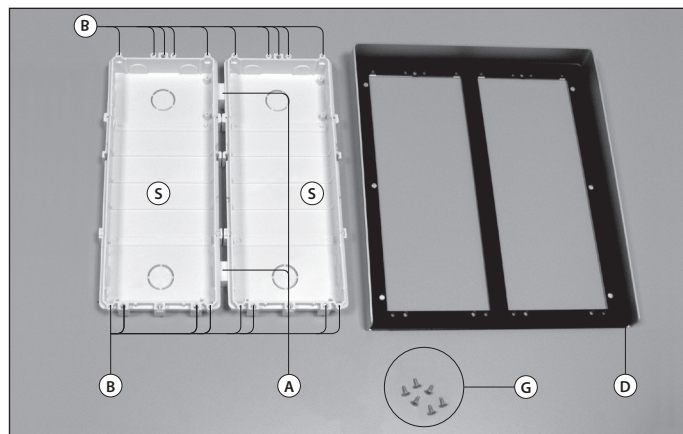

Fig. 2
Se è richiesto l'utilizzo di più scatole da incasso, collegarle utilizzando gli appositi distanziali (Rif.A - Fig. 2) in dotazione.
Rifinire accuratamente e pulire se necessario i fori di fissaggio dei supporti per moduli e i fori di riferimento (Rif.B - Fig. 2).
È possibile montare un tettuccio anti-pioggia (Rif.D - Fig. 2 e 5) usando le viti (Rif.G - Fig. 2 e 5) in dotazione. Il tettuccio ha il duplice scopo di proteggere dalla pioggia e di coprire eventuali difetti di muratura.
If more than one flush box are needed, connect them by using the plastic spacers provided (Ref.A - Fig. 2).
If necessary finish and clean properly the module support fixing holes and all other holes (B - Fig. 2).
A rainshield (Ref.D - Fig. 2 and 5) can be mounted using the fixing screws (Ref.G - Fig. 2 and 5) to conceal possible wall finishing defects and protect against rain.
To avoid water infiltrations apply silicon sealing to the back surface of the rainshield (D) than fix it to the back box by using the four screws (Ref.G - Fig. 2 and 5) provided.